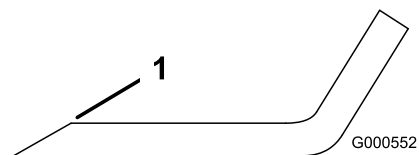

Bild 48
1. Schärfen Sie die Schnittkante an beiden Enden des Schnittmessers mit einer Feile (Bild 48).